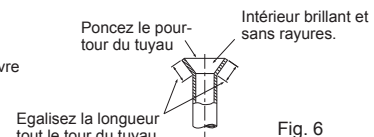

Fig. 6
- Comparez les travaux d'évaseement avec la Fig. 6.